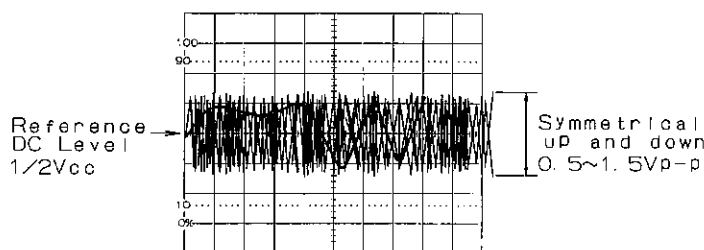

Figure 26-1
*1 Adjust to obtain vertically symmetrical waveform (Fig. 26-1) with respect to reference DC level. The reference level is 1/2Vcc. (Amplitude of 0.5 to 1.5 Vpp)
*1 So einstellen, daß unter Berücksichtigung der Gleichstrom-Bezugsspannung eine vertikal symmetrische Wellenform entsteht (Abb. 26-1). Die Bezugsspannung beträgt 1/2 Vcc. (Amplitude von 0,5 bis 1,5 Vss)
*1 Agir dessus pour obtenir une forme d'onde verticalement symétrique (Fig. 26-1) conformément au niveau DC de référence(1/2 Vcc). L'amplitude entre 0,5 et 1,5 Vc-à-c.